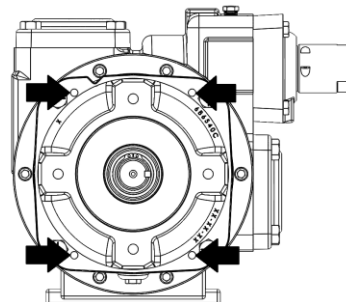

Figura 6 - Posizione dei fori di sollevamento
- 6) Inserire quattro viti filettatura piena nei fori di sollevamento dell'alloggiamento dei cuscinetti. Vedere la figura 6 per la posizione.
12. Allineare il perno dell'alloggiamento del magnete (57) con l'involucro di contenimento (50) e iniziare a calare l'alloggiamento del magnete nell'involucro di contenimento. L'alloggiamento del magnete potrebbe attaccarsi all'involucro di contenimento. Utilizzare una mazzuola antirimbombo per dare piccoli colpi fino a che l'alloggiamento del magnete non sia libero di muoversi liberamente. Assicurarsi che il perno sia allineato con la scanalatura di tenuta dell'involucro di contenimento e che i fori siano allineati con l'interno testata e i fori del cilindro. È probabile che sia necessaria una leggera forza per tenere l'alloggiamento del magnete dentro l'interno testata.
13. Lubrificare i tappi a vite dell'interno testata (21) con un composto antigrippante di buona qualità e installarla. Applicare una coppia come descritto di seguito.
14. Inserire quattro viti 3/8-16 UNC, da 4 pollici a filettatura piena nei fori di sollevamento dell'alloggiamento dei cuscinetti. Vedere la Figura 6 per la posizione. Avvitare completamente le viti nell'alloggiamento dei cuscinetti.